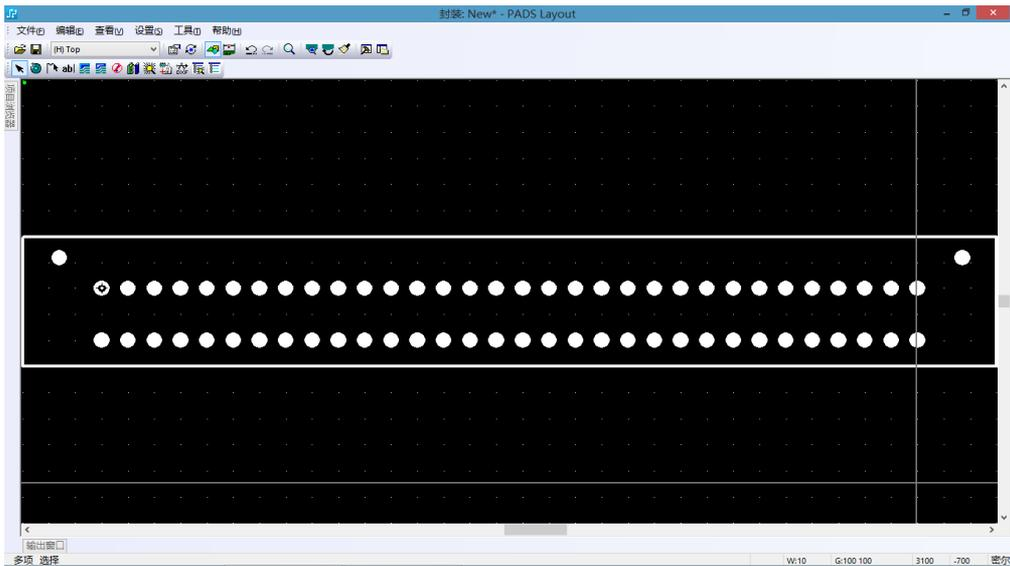

图 9-26 矩形边框绘制完成
(3) 不要移动光标, 单击鼠标左键或按空格键, 然后输入“S 3400 -300”, 按<Enter>键, 将光标放置在右下角, 不要移动光标, 按<M>键或单击鼠标左键, 完成元器件边框的绘制, 如图 9-26 所示。